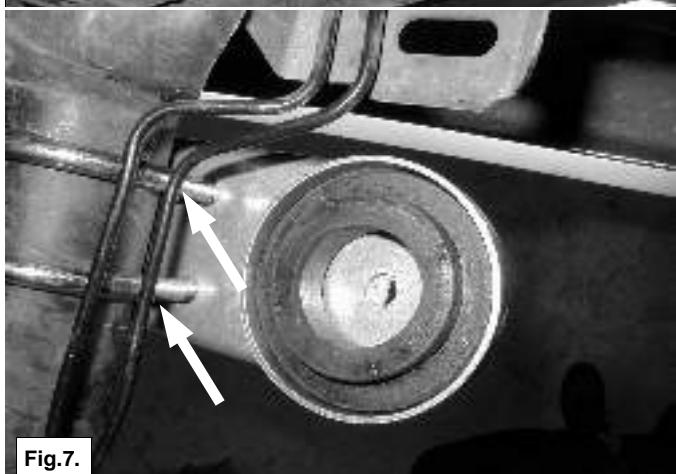

Fig.7.
- Haal de remleiding aan de as los uit de klemmen. Monteer veerhouder B met de U-bouten onder de as. Let er op dat de veerhouder recht onder en recht staat ten opzichte van de veerhouder A. Zie fig 7, en 8. Verbuig de remleiding voorzichtig zodat deze de U-bout niet kan raken en monteer ze terug in de klemmen.
- Take the brake tube at the axle out of the clips. Fit bracket B with the U-bolts under the axel. Take care that the bracket is mounted straight under the upper bracket A. See fig. 7 and 8. Carefully bent away the brake tube so that it cannot touch the U-bolts. Put the brake tube back in its clips.
- Entfernen Sie die Bremsleitung aus die Klemmen von der Achse. Montieren Sie Bügel B mit der U-Bolzen unter die Achse. Achten Sie darauf das der Bügel gerade unter den obere Bügel A kommt. Siehe Fig. 7 und 8. Biegen Sie vorsicht die Bremsleitungen so dass diese die U-Bolzen nicht fassen können. Montieren Sie die Bremsleitungen zurück in die Klemmen.
- Retirez le tuyau de frein de l'essieu hors des attaches. Montez le support du ressort B avec les boulons en U sous l'essieu. Veillez à ce que le support soit bien en dessous et perpendiculaire au support de ressort A. Cf. fig. 7, et 8. Cintrez les tuyaux de frein avec précaution de façon à ce qu'ils ne puissent pas toucher les boulons en U et remontez-les dans les attaches.
- Suelte el cable de freno de las abrazaderas del eje. Monte el soporte de muelle B debajo del eje, con los pernos en forma de U. Procure que el montante esté justamente debajo del montante A y que sea paralelo al último. Ver fig. 7 y 8. Tuerza los cables de freno con cuidado, procure que no toquen el perno en forma de U y móntelos nuevamente en las abrazaderas.